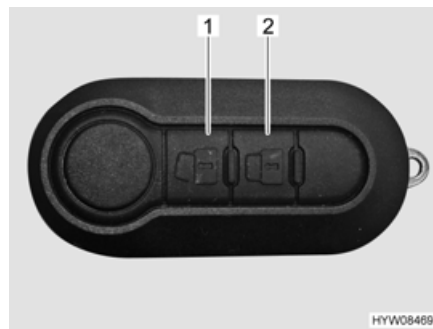

Bild 32 Fernbedienung Zentralverriegelung (2 Tasten)
- Taste  (Bild 32,1) einmal kurz drücken. Die Türschlösser sind entriegelt.
- Taste  (Bild 32,2) einmal kurz drücken. Die Türschlösser sind verriegelt.